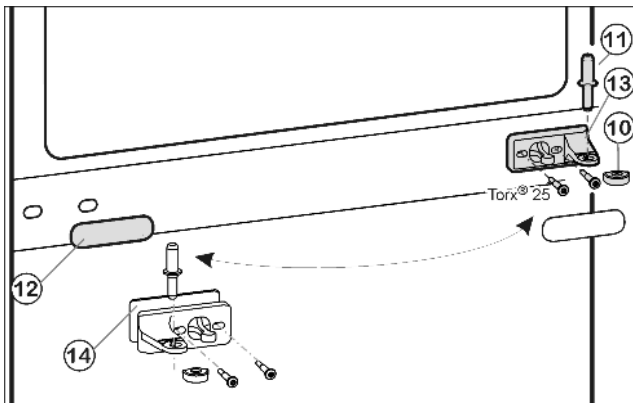
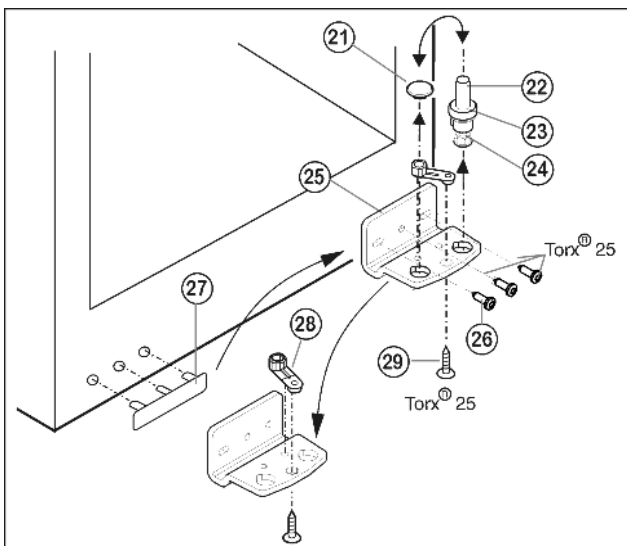

Fig. 5
Fig. 6
- ▶ Retirer le pivot central Fig. 5 (11) de sa charnière et de la porte inférieure.
- ▶ Retirer le capuchon en plastique Fig. 5 (10).
- ▶ Dévisser le support d'appui du milieu Fig. 5 (13) (2 Torx® 25).
- ▶ Retirer avec précaution le panneau-cache Fig. 5 (12).
- ▶ Visser le support d'appui du milieu Fig. 5 (13) avec le support pivoté Fig. 5 (14) de 180° sur le nouveau côté charnière (avec 4 Nm).
- ▶ Encliqueter de nouveau le panneau-cache Fig. 5 (12) tourné de 180° sur le nouveau côté poignée.
- ▶ Dévisser le pivot Fig. 6 (22) complètement avec le disque Fig. 6 (23) et le pied réglable Fig. 6 (24) vers le haut.
- ▶ Enlever le bouchon Fig. 6 (21).
- ▶ Dévisser Fig. 6 (26) le support d'appui Fig. 6 (25).
- ▶ Dévisser l'élément pivotant Fig. 6 (28) et le permuter dans le trou opposé du support d'appui.
- ▶ Soulever le cache côté poignée Fig. 6 (27) avec précaution et le positionner sur le côté opposé.
- ▶ Revisser à fond le support d'appui Fig. 6 (25) sur le nouveau côté charnière en utilisant une visseuse sans fil si nécessaire, avec un couple de serrage de 4 Nm.
- ▶ Replacer le bouchon Fig. 6 (21) dans l'autre trou.
- ▶ Replacer le pivot Fig. 6 (22) complètement avec le disque et le pied réglable. Faire attention à ce que les ergots d'encliquetage soient tournés vers l'arrière.
- ▶ Placer la porte supérieure par le haut sur le pivot inférieur Fig. 6 (22).
- ▶ Remettre le capuchon en plastique Fig. 5 (10) sur le support d'appui central Fig. 5 (13).
- ▶ Placer le pivot du milieu Fig. 5 (11) sur le nouveau côté charnière à travers le support d'appui central Fig. 5 (13) dans la porte inférieure.
- ▶ Placer la porte supérieure sur le pivot du milieu Fig. 5 (11).
- ▶ Aligner éventuellement les portes à la carrosserie grâce aux deux trous longitudinaux dans le support d'appui inférieur *Fig. 6 (25)* et le support d'appui central *Fig. 5 (13)*. Pour cela, dévisser la vis centrale du support d'appui inférieur *Fig. 6 (25)*.